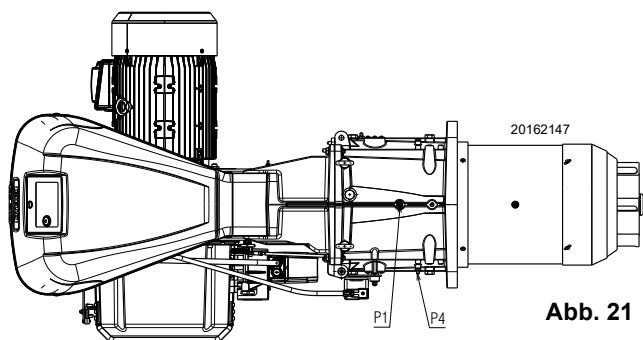

Abb. 21
Gasdruck, gemessen am Anschluss P1) (Abb. 21) unter folgenden Bedingungen:
- vom Gasdruck am Anschluss P1) (Abb. 21) den in der Brennkammer vorhandenen Druck abziehen.
$$\begin{aligned} \text{Gasdruck an der Entnahmestelle 1) (Abb. 21)} &= 27,6 \text{ mbar} \\ \text{Druck in der Brennkammer} &= 2 \text{ mbar} \\ 27,6 - 2 &= 25,6 \text{ mbar} \end{aligned}$$
Um hingegen den am Anschluss P1) (Abb. 21) erforderlichen Gasdruck zu ermitteln, nachdem die MAX. Leistung festgelegt wurde, bei der Brenner arbeiten soll:
- Rechts, in Spalte 1, den Druck am Anschluss P1) (Abb. 21) ablesen.
Erforderlicher Druck am Abnahmeanschluss P1) (Abb. 21).